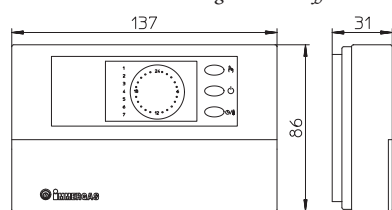

Fig. 1-7
- Cronotermostato digitale On/Off (Fig. 1-7). Il cronotermostato consente di: